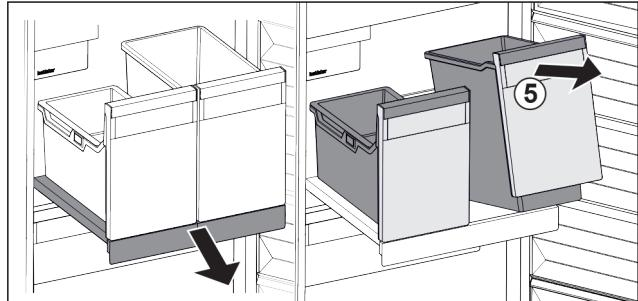

Fig. 29
- Підняти резервуар Fig. 29 (5) спереду.